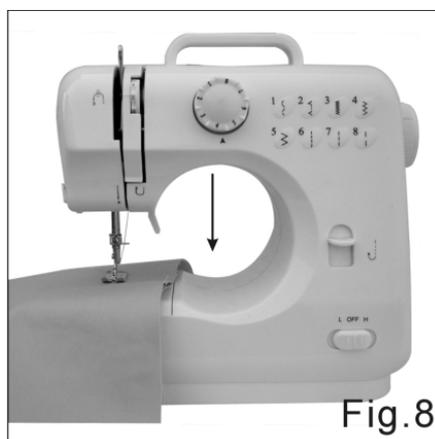

Fig.8
- 2) Baixe o calcador (fig. 8);